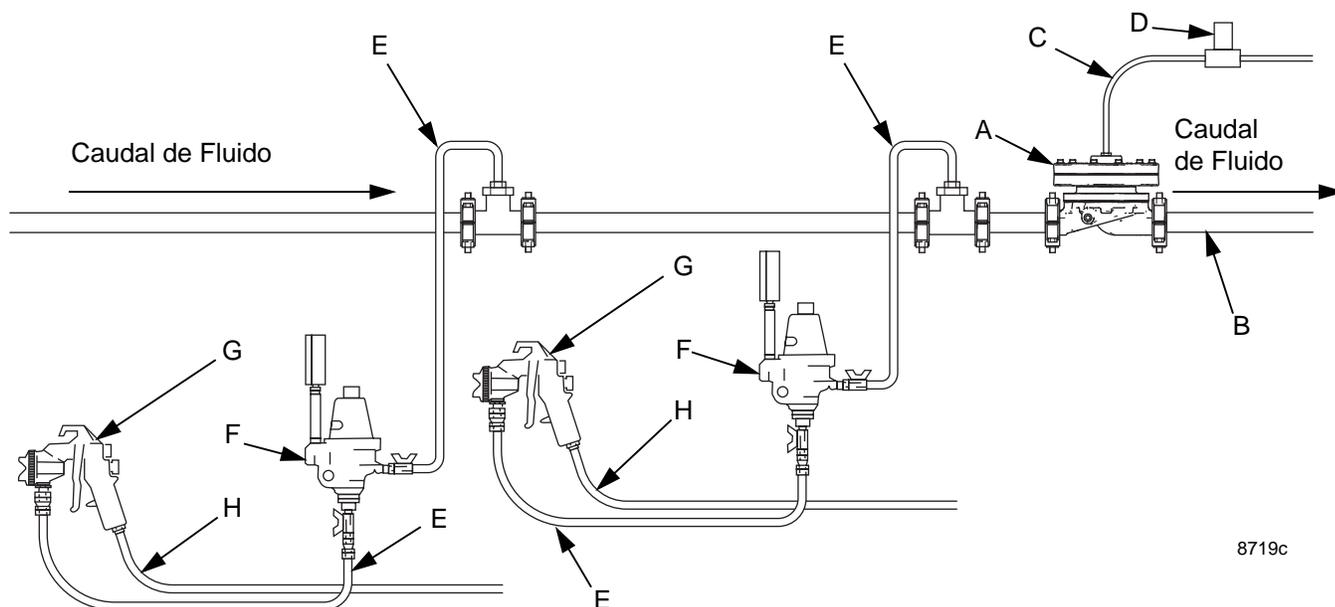

FIG. 1. Instalación típica
Instale el regulador de presión de retorno (BPR) (A) en la línea de retorno de fluido del sistema de circulación (B). (Consulte la FIG. 1). Si se utiliza más de una estación de pulverización, instale el BPR en la línea de suministro de fluido después de la última estación. Esto ayuda a mantener unas presiones de circulación adecuadas en el sistema.